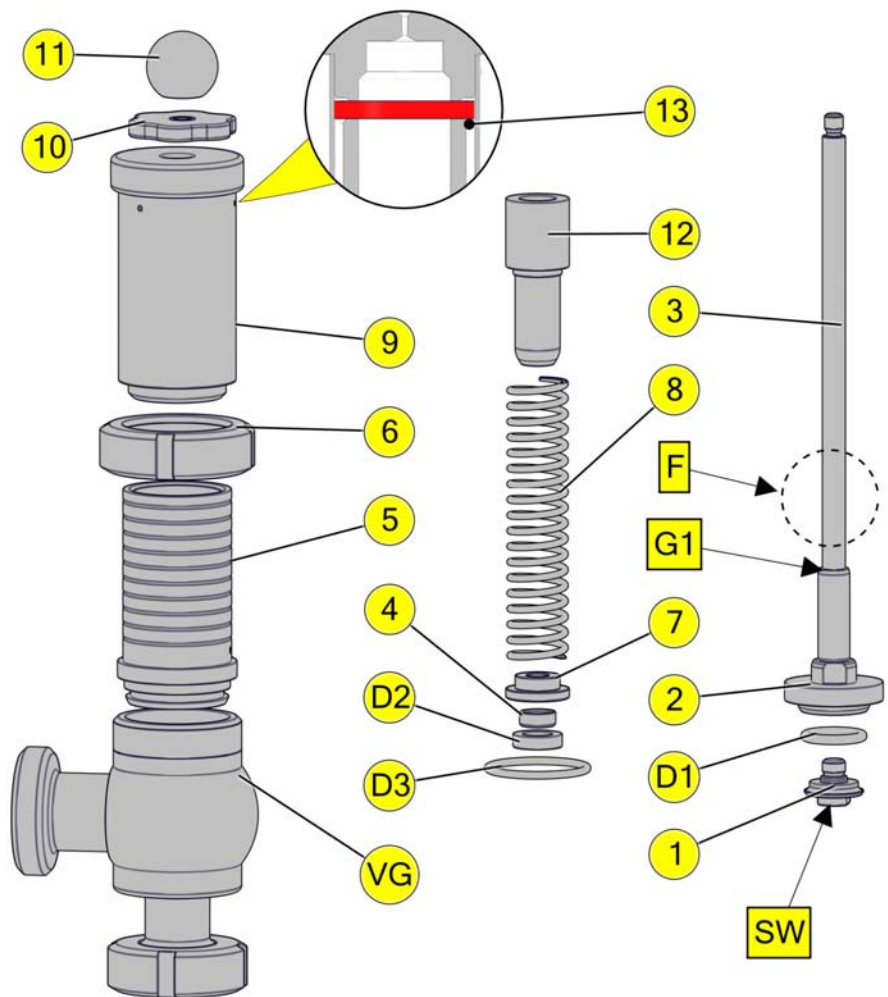

Abb. 1
- Beim herausziehen der Spindel (3) aus dem Federgehäuse (5), darauf achten, dass das Gewinde der Spindel das Lager (4) oder den Lippendichtring (D2) nicht beschädigt.
- Der Kolben (2) ist mit hochfester Schraubensicherung mit der Spindel verbunden und muss nicht demontiert werden.
- Spindel an der Position (H) (siehe Abb. 1 /Seite 7) im Schraubstock zwischen weichen Backen wieder einspannen.
- Kolbenteller (1) über die Schlüsselfläche SW1 ausschrauben und O-Ring (D1) ausbauen.
- Nachstellmutter (9) aus dem Federgehäuse (5) ausschrauben. Die Druckfeder entspannt sich.
- Nutmutter (6), Federführung (12) (je nach Ausführung), Feder (8), und Federteller (7) ausbauen.